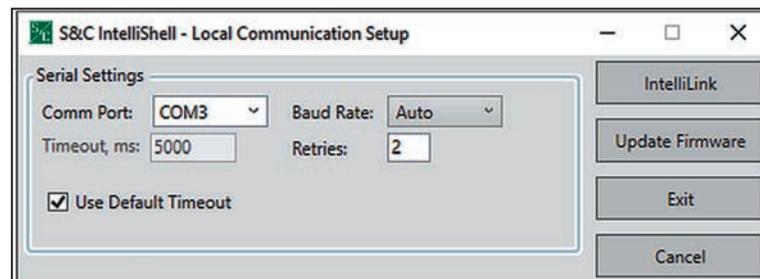

Figura 15. Las entradas de Parámetros de Comunicaciones en la ventana de diálogo de Configuración de Comunicación IntelliShell—Local de S&C Electric.
- Haga clic en el botón **IntelliLink**. Ver la sección “Firmware” en la página 23 cuando se requiera una actualización del firmware. Ver Figura 15.